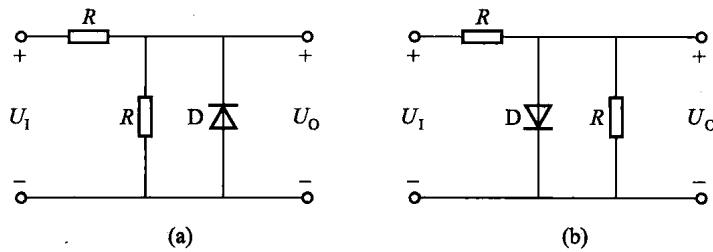

图 14.3.6 练习与思考 14.3.7 的图
14.3.7 在图 14.3.6 所示的两个电路中,已知直流电压 $U_I = 3$ V, $R = 1$ k Ω ,二极管的正向压降为0.7 V,试求 U_O 。
解:在图 14.3.6(a)中,二极管 D 因承受反向电压而截止,输出电压取决于与之并联的电阻 R 上的电压,此时
在图 14.3.6(b)中,二极管 D 因正向偏置而导通,输出电压被钳位,此时